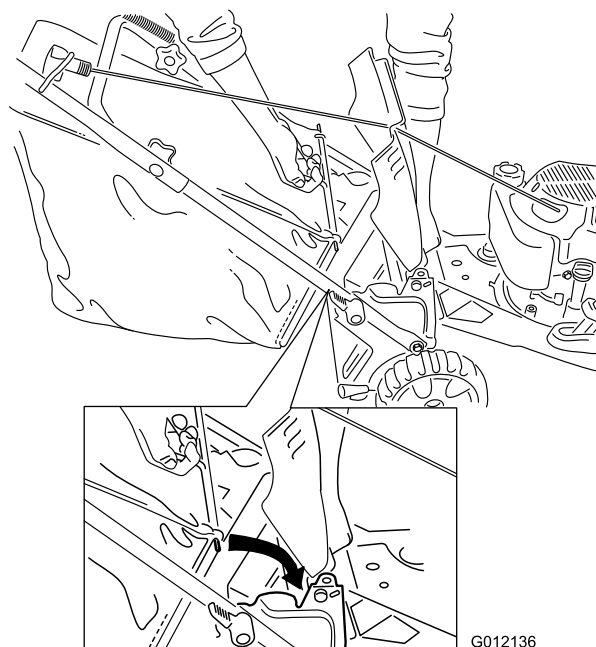

Figure 16
2. Soulevez et bloquez le volet arrière, placez le bac dans les encoches et abaissez le volet (Figure 16).